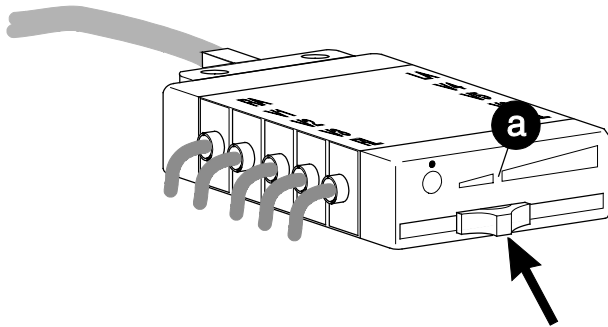

Figure 4-1. Organe de réglage de dépression du distributeur d'électrodes
**Hématomes dus au vide** — Le réglage standard de la dépression est marqué par une interruption dans le dessin du symbole en forme de coin (voir a, figure 4-1). Ce réglage est en règle générale suffisant pour des relevés d'ECG faits au repos. Pour des relevés d'ergométrie la dépression doit être un peu plus élevée ; dans ce cas il suffit généralement d'un léger déplacement du curseur vers la droite. Prenez comme règle fondamentale de ne jamais utiliser une dépression plus élevée que celle qui est absolument nécessaire. Ne perdez pas de vue qu'une dépression élevée et une durée d'application importante peuvent causer l'apparition d'hématomes (le cas échéant, déplacez les électrodes).